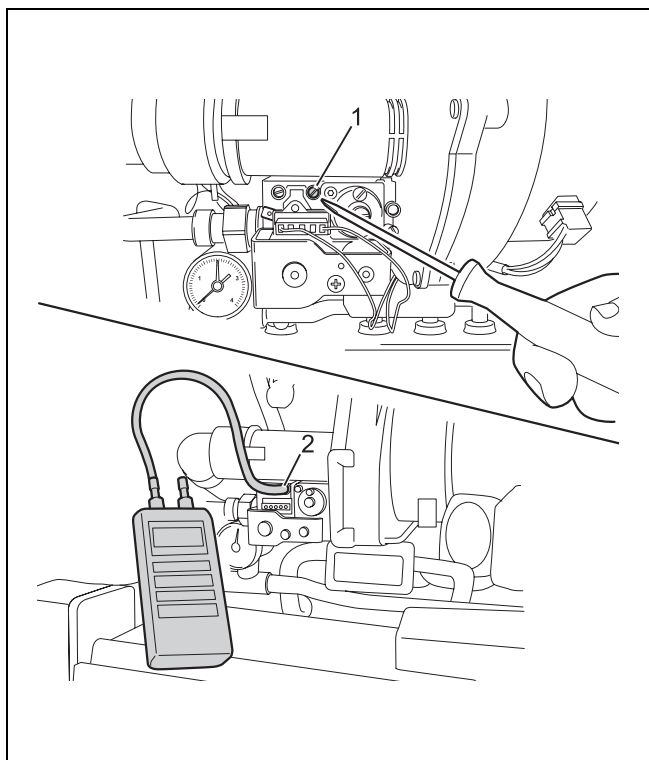

Fig. 22 Controllo del rapporto gas/aria
- Allentare di due giri la vite di chiusura del nippel di prova per la pressione del bruciatore (fig. 22, pos. 1).
- Collegare il collegamento positivo dell'apparecchio per la misurazione della pressione al nippel di prova della pressione del bruciatore mediante un tubo flessibile (fig. 22, pos. 2).